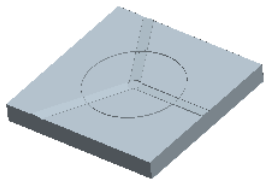
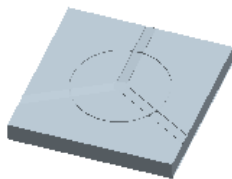

图 5.29 模型的下半部分变亮
图 5.30 模型的上半部分变亮
Step5. 在“体积块分割”操控板中单击 **体积块** 按钮，在“体积块”界面中单击 **1** **体积块_1** 区域，此时模型的下半部分变亮，如图 5.29 所示，然后在选中的区域中将名称改为 lower_vol；在“体积块”界面中单击 **2** **体积块_2** 区域，此时模型的上半部分变亮，如图 5.30 所示，然后在选中的区域中将名称改为 upper_vol。